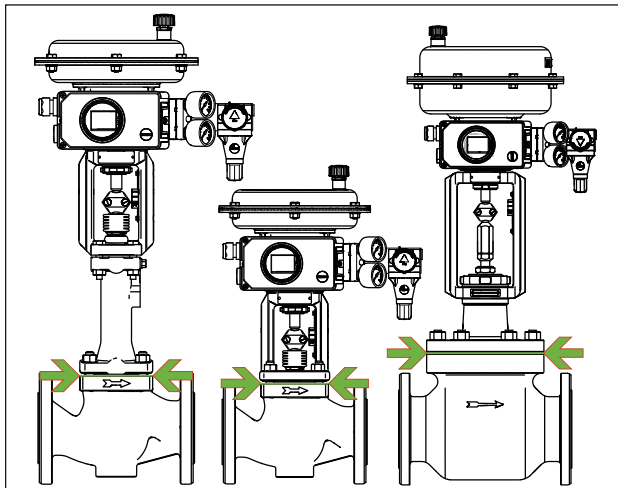

図 13: 調節弁の断熱限度範囲（例を記載）
- ⇒ 調節弁は、バルブ本体のボンネットフランジまでのみ断熱してください（図 13 を参照）。また、これは 0 °C 以下または 220 °C 以上の流体温度でベローズシールまたは延長体付きの仕様にも適用されます。延長体が断熱されている場合、正常に機能しない場合があります。